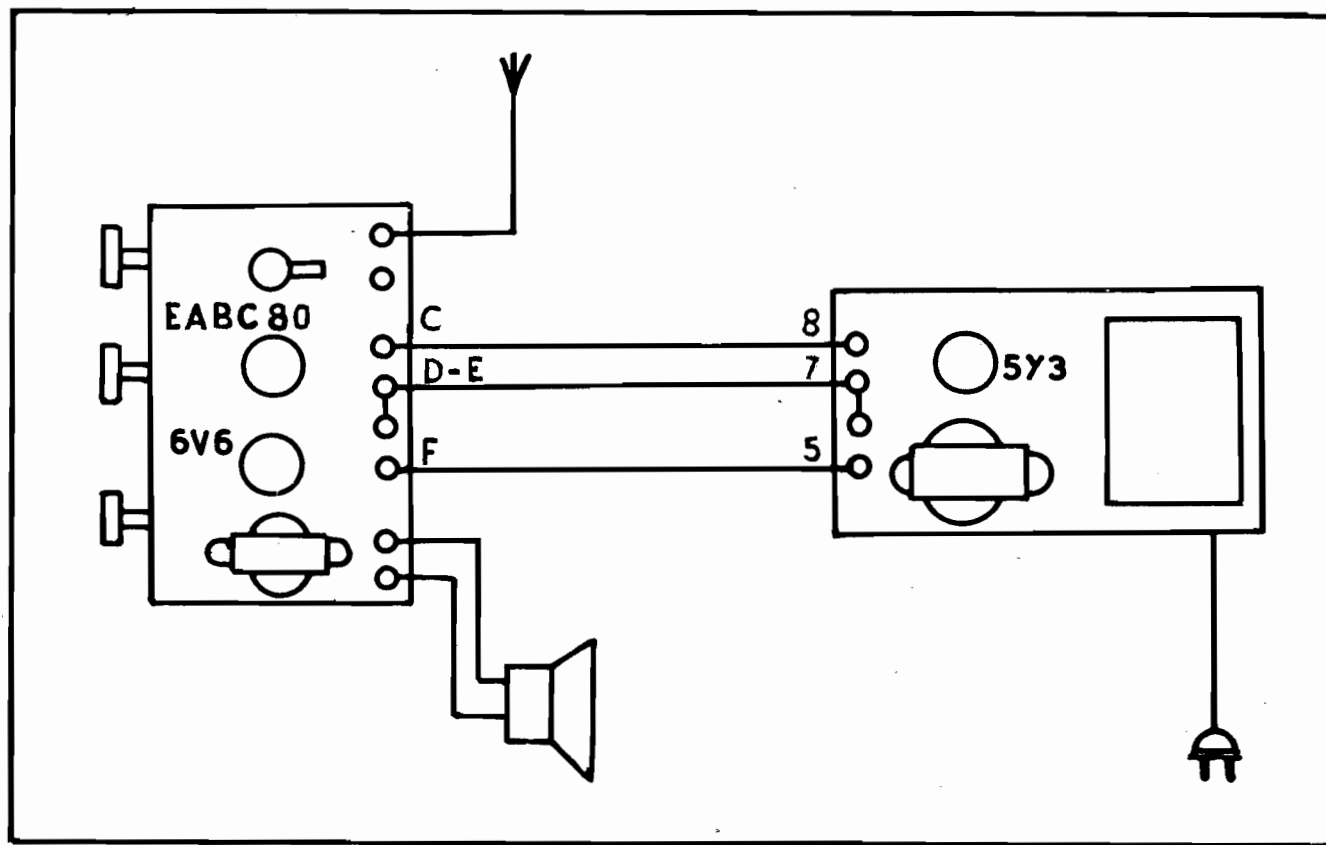

Fig. 3
- Collegamento del ricevitore (fig.3) -